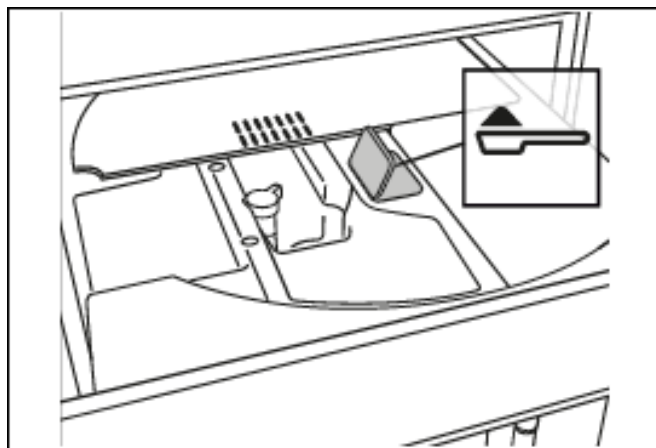

Рис. 26
- 1) Нажимайте «КРЕПОСТЬ» (B6), пока на дисплее (B) не появится «Молотый кофе».
- 3) Убедитесь, что воронка (A21) не засорена, затем добавьте одну мерную ложку молотого кофе (рис. 26).